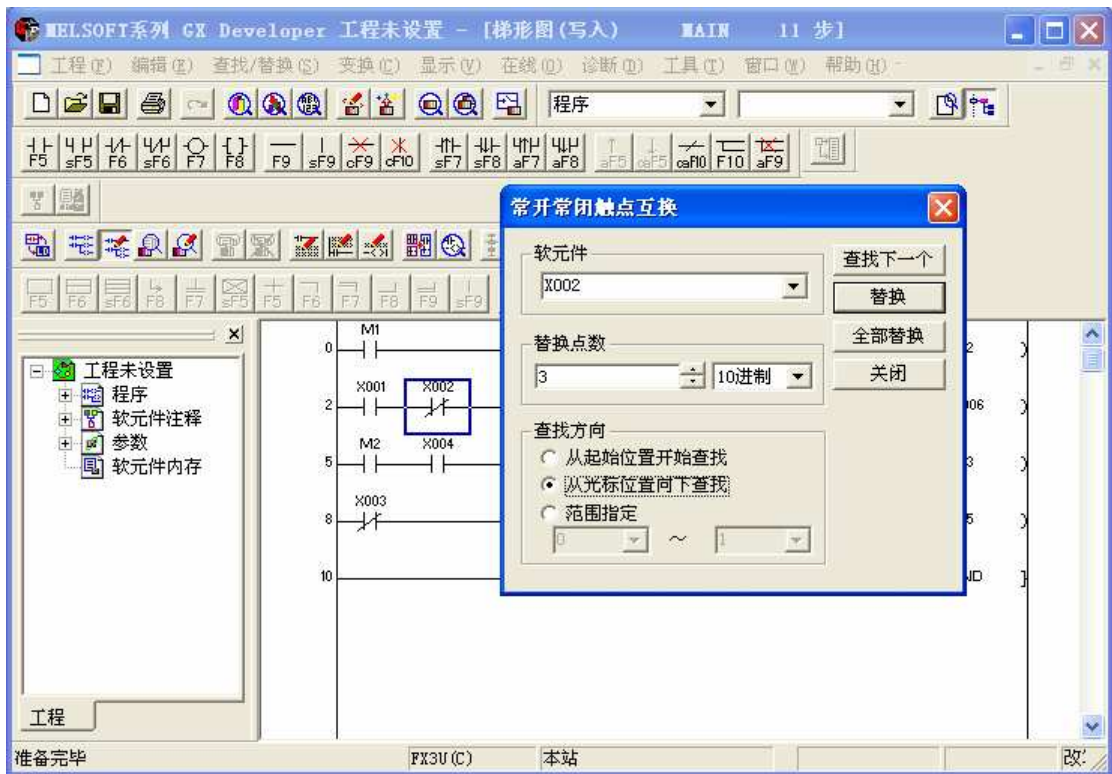

图 11 常开/常闭触点互换操作说明
- ① 选择查找/替换菜单中常开常闭触点互换功能，并显示互换窗口，如图 11 所示。
- ② 输入元件名。
- ③ 根据需要对查找方向、替换点数等进行设置。这里的替换点数与编程元件替换中的替换点数的使用和含义是相同。
- ④ 执行替换操作，可完成全部替换、逐个替换、选择替换。